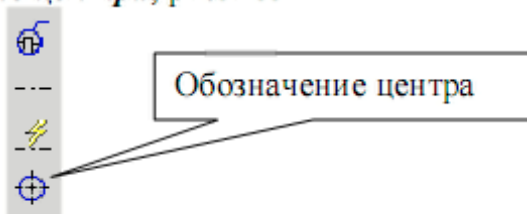

Рис. 27
2. Постройте аналогично окружность диаметром 16 мм с координатами центра (70, 15). Кнопка *Окружность без осей* должна быть активной. Для выполнения центровых линий на панели *Обозначение* , рис. 6, активизируйте команду *Обозначение центра*, рис. 27.